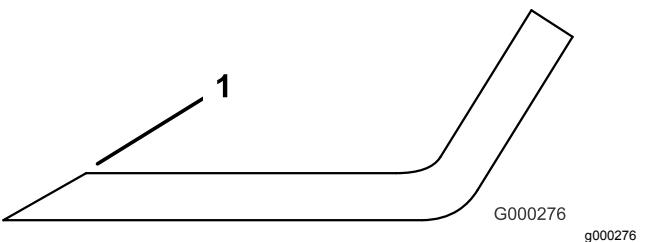

**Figura 117**
2. Examine cuidadosamente los extremos de corte de la cuchilla, sobre todo en el punto de reunión entre la parte plana y la parte curva de la cuchilla (Figura 117).
**Nota:** Puesto que la arena y cualquier material abrasivo pueden desgastar el metal que conecta las partes curva y plana de la cuchilla, compruebe la cuchilla antes de utilizar el cortacésped. Si se aprecia desgaste (Figura 117), cambie la cuchilla.